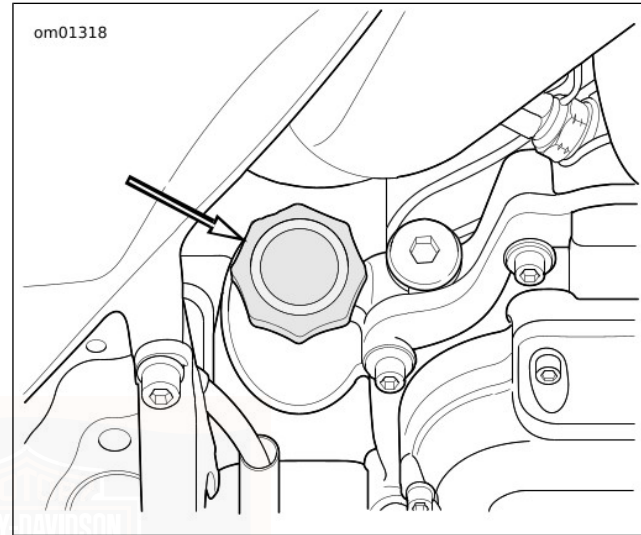

Figure 36. Bouchon de remplissage d'huile moteur
2. Voir Figure 36. Vérifier le niveau d'huile moteur.
3. Voir Figure 36. Vérifier le niveau d'huile.